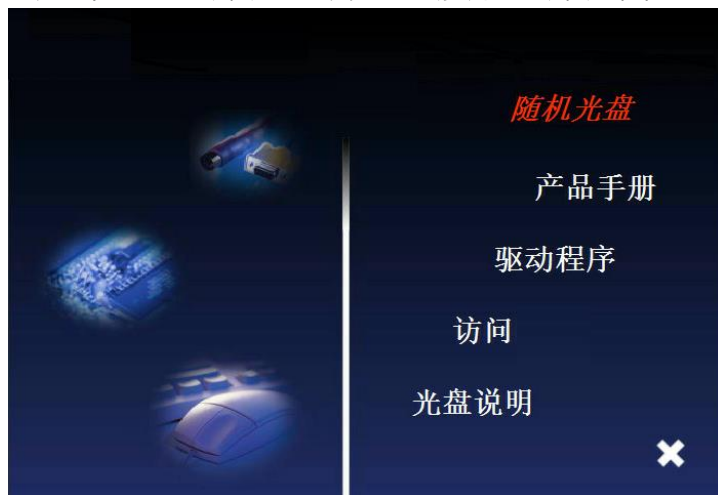

图 6-40
- c. 系统会提示是否检查安装媒体, 通常情况下安装媒体不会有问題, 此处可选择 Skip 后, 按 Enter 键继续。如图 6-40 所示。